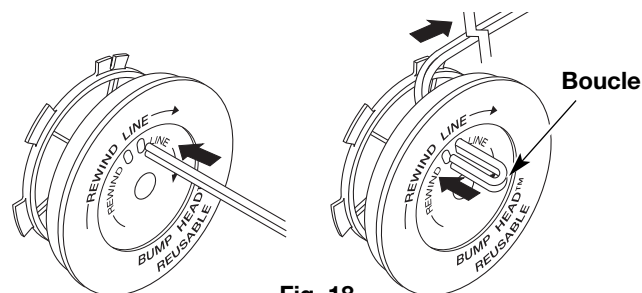

Fig. 18
- Découpez environ 3 m (6 pi) de fil neuf. Insérez une extrémité de fil dans l'un des deux trous du moulinet intérieur (Fig. 18). Tirez le fil jusqu'à ne laisser que 10 cm (4 po) environ.
- Insérez l'extrémité du fil dans le trou ouvert du moulinet et tirez sur le fil pour que la boucle soit le plus petit possible (Fig. 18).